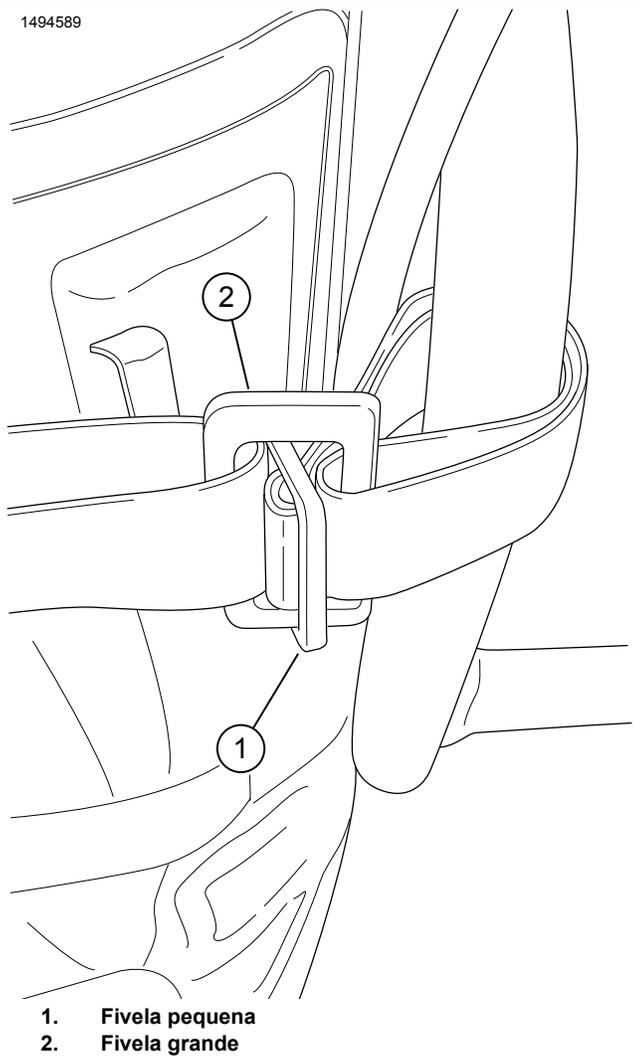
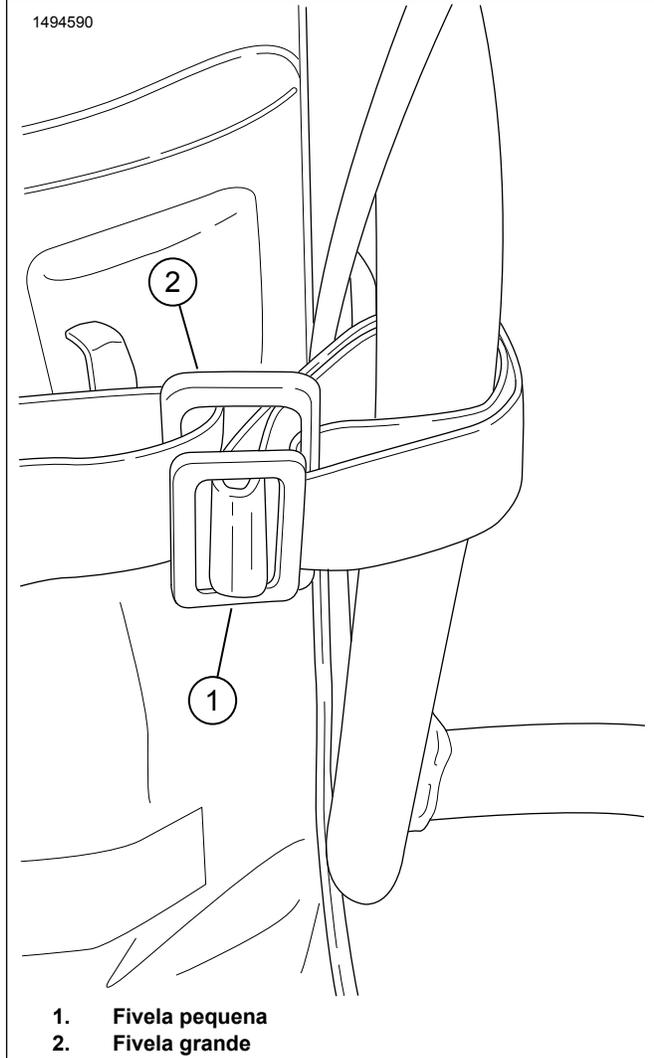

Figura 6. Processo da correia de tensão 2
Figura 7. Processo da correia de tensão 3
- a. Veja Figura 6 e Figura 7 . Insira uma pequena fivela (1) na fivela grande (2).